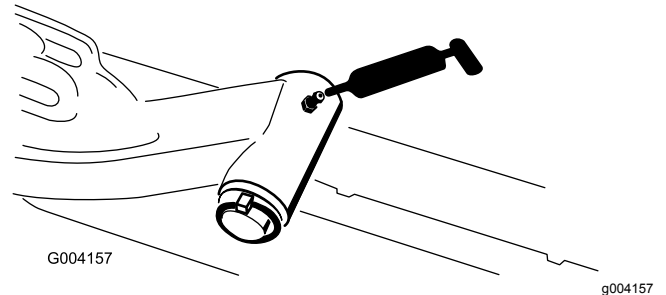

Figura 61
- Eje pivotante del brazo de elevación (1 en cada)—Figura 61